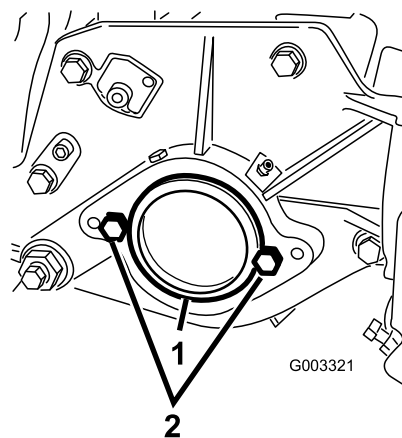

図 12
2. カッティングユニット右側のベアリング・ハウジングについているプラスチック製のプラグを外す(図 12)。
3. 右側サイドプレートからキャップスクリュ2本を取り外す(図 12)。
5. カッティングユニットの左側サイド・プレートに、リール・モータ取り付け用のキャップスクリュ2本を仮止める(図 12)。